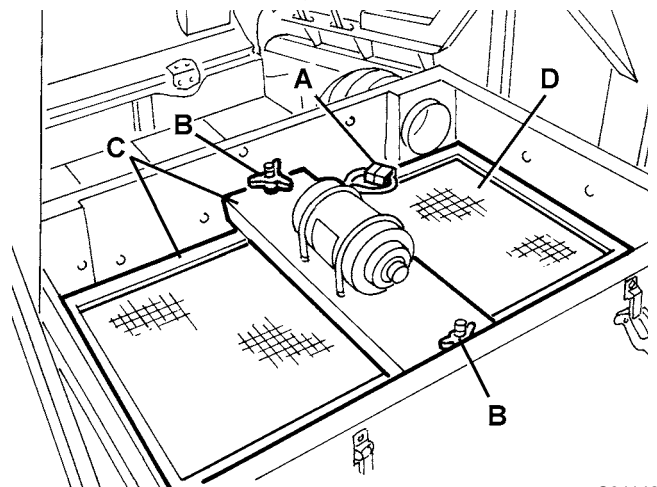

Figure 13
6. Débrancher le connecteur (A, Fig. 13) du secoueur.
7. Dévisser les pommeaux (B, Fig. 13) et enlever le cadre de fixation (C) du filtre.
8. Enlever le filtre à poussière (D, Fig. 13).